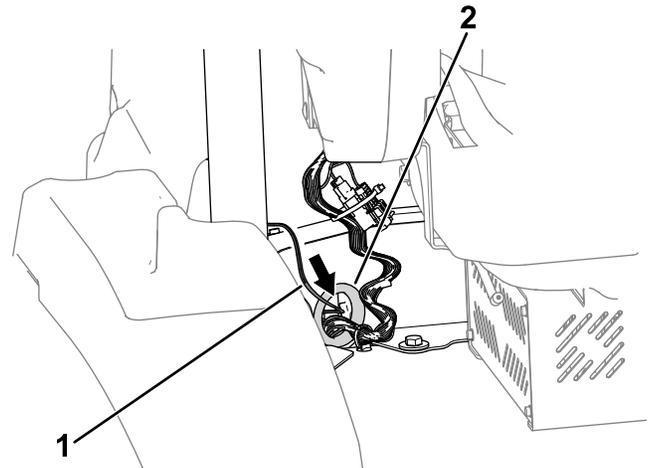

Figura 8
- Disponete l'estremità del cablaggio preassemblato identificata come P08 attraverso l'occhiello della piattaforma (Figura 8).